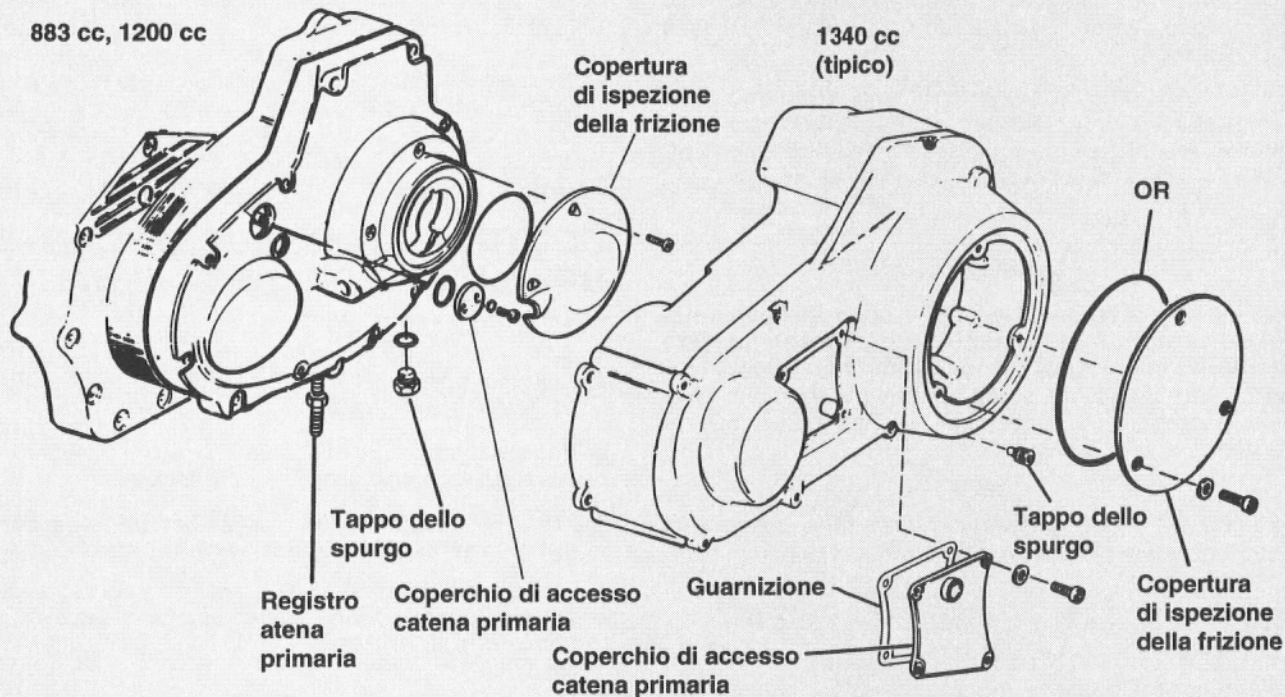

Figura 36. Carter della catena primaria
2. Vedere la figura 36. Togliere le viti e le rondelle che serrano il coperchio di accesso alla frizione.
Vedere la figura 36. Il tappo di spurgo si trova sotto la frizione nella parte inferiore del carter della catena. Il foro di accesso si trova in prossimità della parte superiore del coperchio del carter. Il tappo del livello del lubrificante (8) si trova sul retro del coperchio, sul carter motore. Per